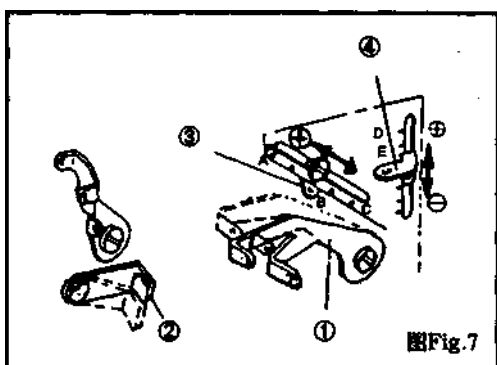

Рис.7
3. Регулировка нити петлителей (Рис. 7)
- Для формирования шва типа 512, в тот момент, когда верхний петлитель находится в крайнем левом положении, передвиньте нитепритягиватели (1) и (2) в положение цепочечной линии (-----).
- Для формирования шва типа 503 и 505, в тот момент, когда верхний петлитель находится в крайнем нижнем положении, передвиньте нитепритягиватели (1) и (2) в положение непрерывной линии (-----).